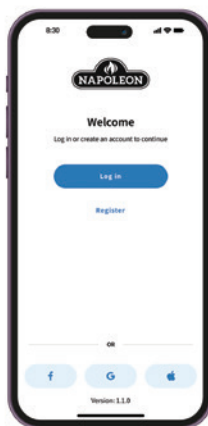

Fig. 1
1. Registreer een account bij de **Napoleon Home App** OF log in met uw Facebook-, Google- of Apple-accountinformatie. (Fig. 1)